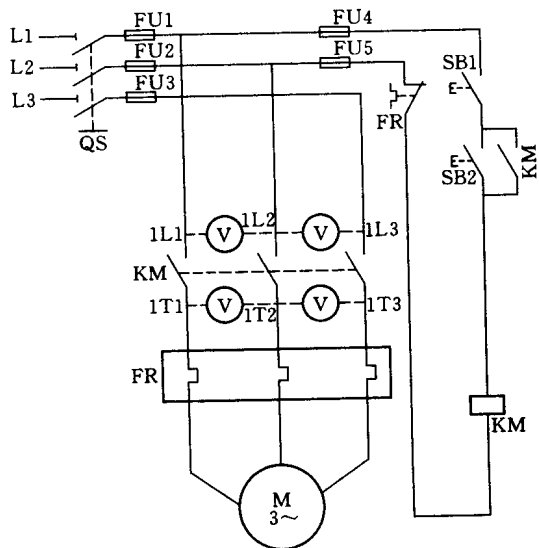

图 0-4 平行电压测量法检查主电路故障
3) 主电路的平行电压测量法。主电路的平行电压测量法如图 0-4 所示。